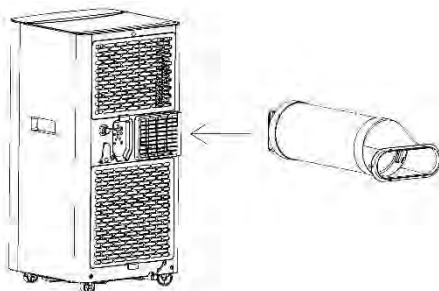

Рис. 2
1. Установка вытяжного шланга (см. рис. 2)
2) Вставьте соединительный элемент вытяжного шланга (конец патрубка) в вентиляционное отверстие на задней части корпуса прибора как показано на рис. 2.